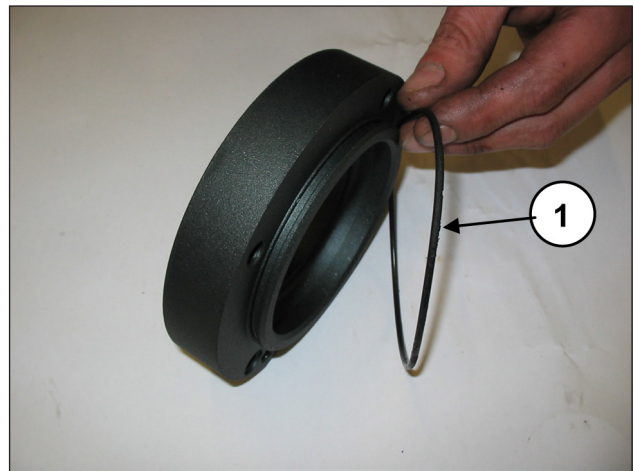
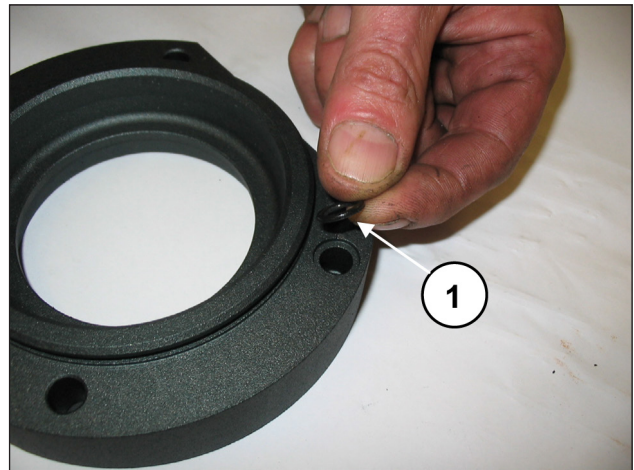

Fig. 66
Fig. 67
Poser le joint torique extérieur (rep. ①, Fig. 66) et le joint torique de l'orifice de lubrification (rep. ①, Fig. 67) sur les couvercles du coussinet de PTO.